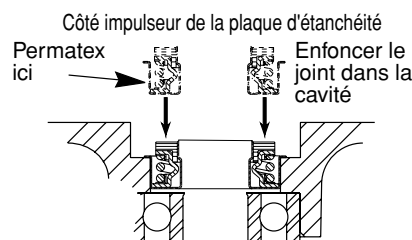

Figure 1
REMARQUE : S'assurer que les faces du joint sont propres et ne sont pas endommagées. Appliquer du Permatex #2 ou un produit équivalent modérément sur le bord extérieur du corps du joint (avec ressort). Figure 1.
1. Enfoncer le corps de joint neuf dans la cavité de la plaque d'étanchéité (Figure 1).